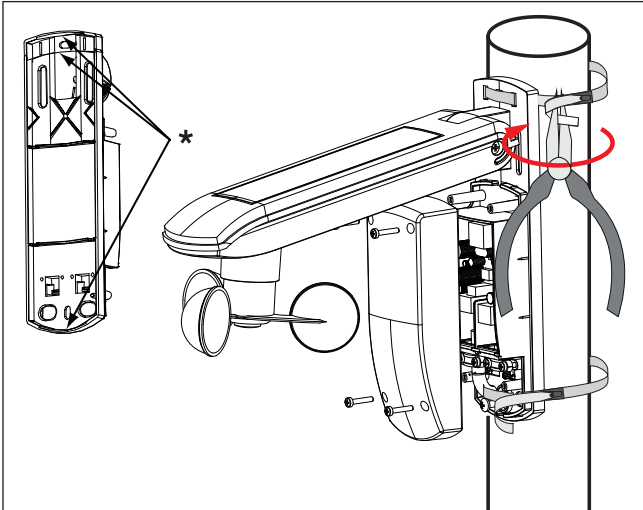

Abb. 7 Montage an einem Standrohr und Arretierung der Stahlkabelbinder
- Entfernen Sie die dünnen (dreieckigen) Stege an der oberen und unteren Kante der Montageplatte mit einem Seitenschneider (Abb. 7 *).